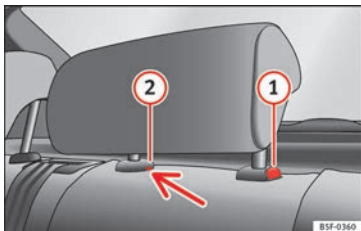

Abb. 143 Hintere Kopfstütze in der Mitte: Entriegelungsstelle.
- Zum Einstellen der Kopfstütze auf eine niedrigere Höhe die Taste ① »» » Abb. 143 und diese nach unten schieben.
- Drücken Sie die Taste ① »» » Abb. 143, und gleichzeitig mit einem Schlitzschraubendreher (Breite max. 5 mm) in die Öffnung der Verriegelung ② »» » Abb. 143 und ziehen Sie die Kopfstütze heraus.